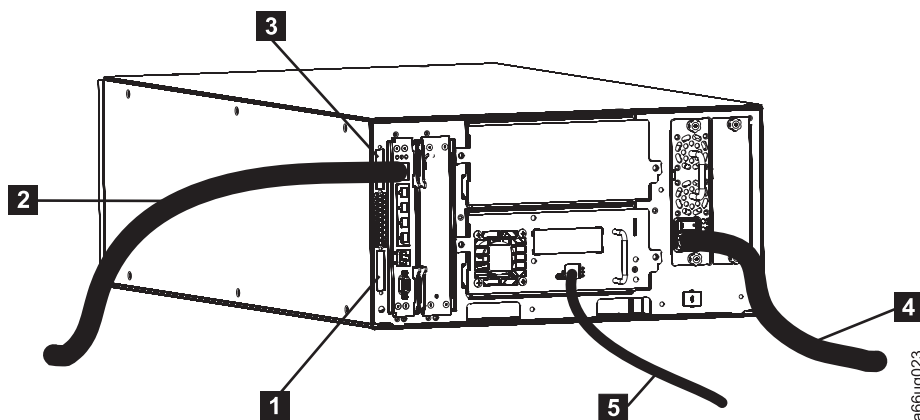

Figura 3-15. Cabeamento de uma biblioteca 5U com unidades fibre
1. Instale o terminador de comunicação do módulo superior (**3** na Figura 3-15).
2. Instale o terminador de comunicação do módulo inferior (**1** na Figura 3-15).
3. Instale uma extremidade do cabo Ethernet fornecido pelo usuário (**2** na Figura 3-15) na porta Ethernet do Blade de Controle da Biblioteca e, em seguida, conecte a outra extremidade do cabo à rede.
4. Instale uma extremidade do cabo fibre da unidade (**5** na Figura 3-15) em uma unidade fibre na biblioteca e, em seguida, conecte a outra extremidade do cabo à rede. Repita isso para toda unidade fibre em sua biblioteca.
5. Instale uma extremidade do cabo de alimentação (4 na Figura 3-15 na página 3-17) no receptáculo em uma fonte de alimentação em sua biblioteca e, em seguida, conecte a outra extremidade do cabo à fonte de energia. Repita isso para toda fonte de alimentação em sua biblioteca.